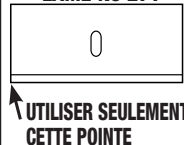

Fig. 27
2. Placez la lame dans le porte-lame (côté 3mm), sur le goujon, en faisant attention à l'orientation de la pointe de la lame (Fig. 27).